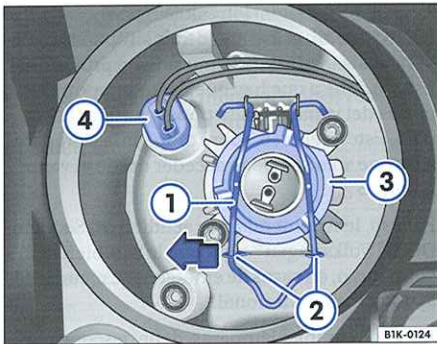

Fig. 44 Lámpara de luz de carretera 3 y luz de posición 4 en el faro
- Extraiga el portalámparas ⇒ página 100, fig. 44 ⓐ del faro ⇒ ⚠ en “Informaciones e indicaciones de seguridad importantes”, página 99.
- Extraiga el conector del portalámparas ⇒ página 100, fig. 44 ⓐ.
- Presione el gancho ① hacia delante y extráigalo de las pestañas ② en la dirección de la flecha.
- Baje el gancho y encájelo en las pestañas ② en el sentido contrario al de la flecha. Compruebe que ha encajado correctamente tirando de él con suavidad.